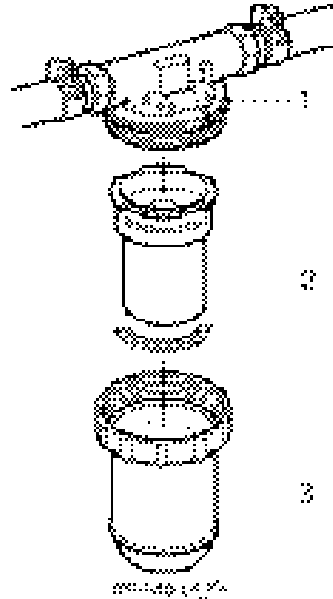

Fig. 21: Фильтр измерительной ячейки (KEM)
1. Выкрутите основание фильтра (Рис. 21, Поз. 3) от гильзы фильтра (Рис. 21, Поз. 1).
2. Выкрутите фильтрующий элемент (Рис. 21, Поз. 2) от гильзы фильтра.